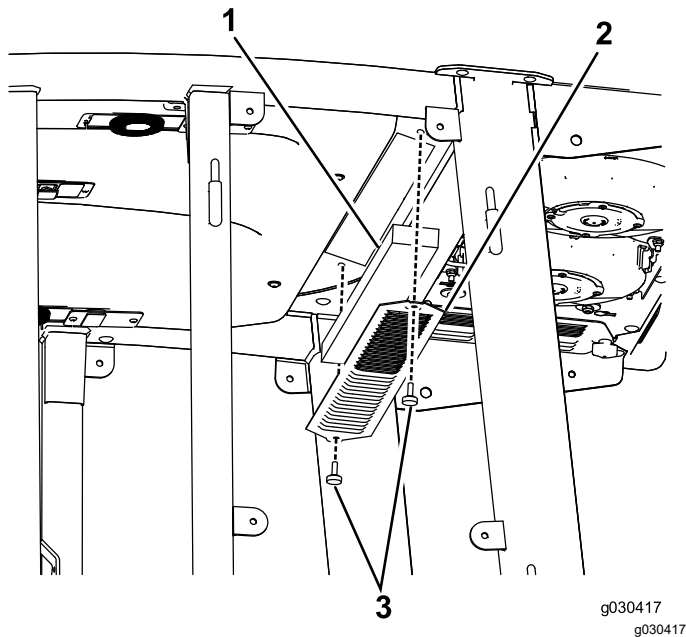
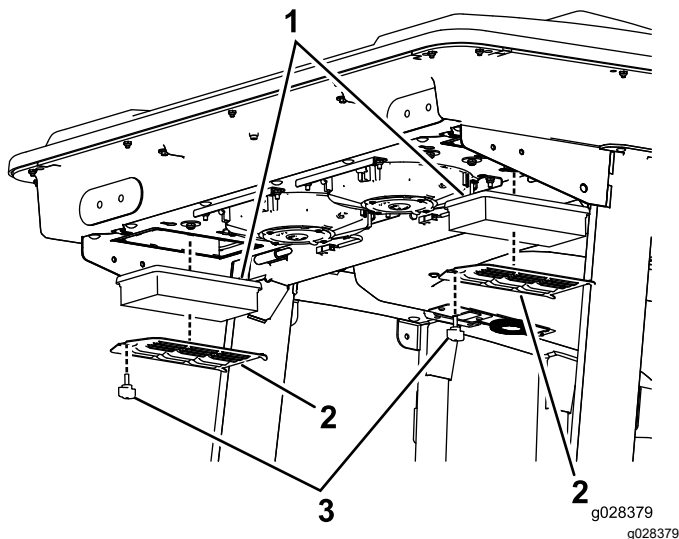
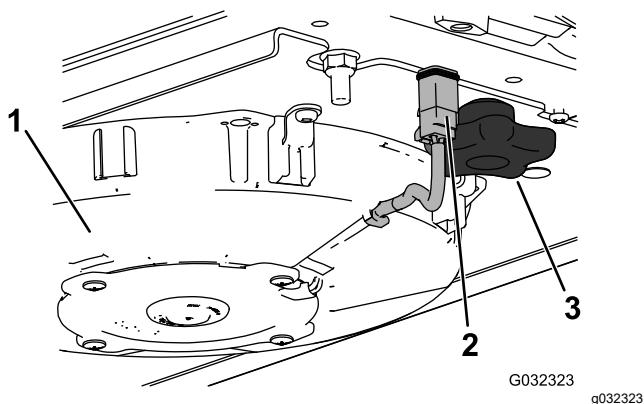

Figura 59
Figura 60
Figura 62
1. Remova os parafusos e as grelhas dos filtros de ar interior e traseiro da cabina (Figura 59 e Figura 60).
2. Desligue o fio para cada uma das ventoinhas (Figura 62).
3. Retire os dois manipuladores e o conjunto da ventoinha (Figura 62).
5. Retire os filtros (Figura 60).
7. Instale os filtros de ar, painel e conjunto da ventoinha (Figura 60, Figura 63 e Figura 62).
8. Ligue o fio de cada uma das ventoinhas (Figura 62).